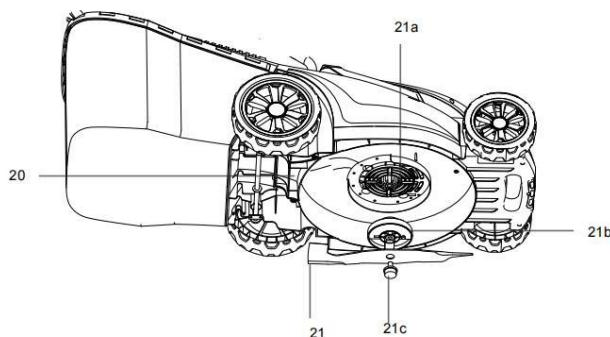

Рис. 13
- c. Поддерживайте нож (21) острым, чтобы обеспечить хорошую производительность кошения. Замените изношенный или поврежденный нож на новый того же типа или поручите его заточку квалифицированному специалисту.
- d. Ослабьте болт подходящим гаечным ключом, и снимите его вместе с ножом (см. Рис. 13).
- e. Ровно установите новый нож (21) на адаптер (21b) шпинделя (21a).
- g. Наносите легкое машинное масло вдоль кромки ножа (22) после каждого использования.